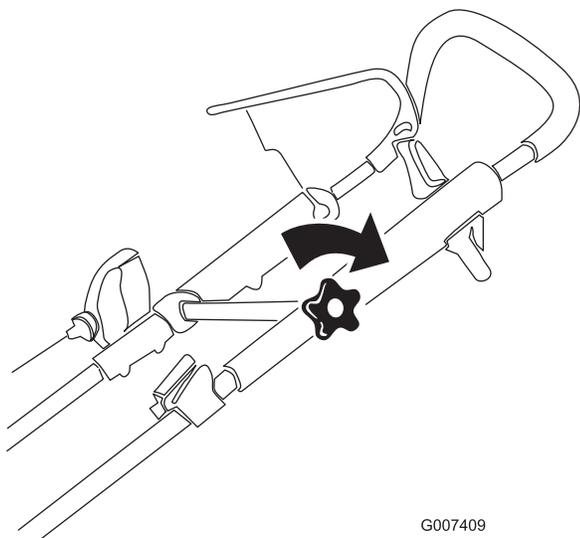

Figure 5
- Placez la partie supérieure du guidon à la position voulue et serrez solidement le bouton du guidon (Figure 5).